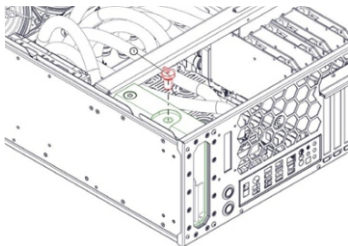

Рисунок 15 – Извлечение заливной пробки
– выкрутите ближнюю к лицевой панели резьбовую пробку G1/4" с помощью шестигранного ключа s6 (рисунок 15).